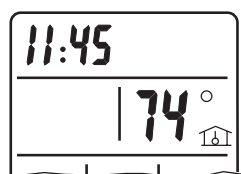

Figura 10 — Indicador de temperatura de la habitación en el visor del mando a distancia
2. Oprima el botón ROOM (HABITACIÓN). La temperatura de la habitación aparecerá durante unos segundos en el visor y desaparecerá. Vea la figura 10.